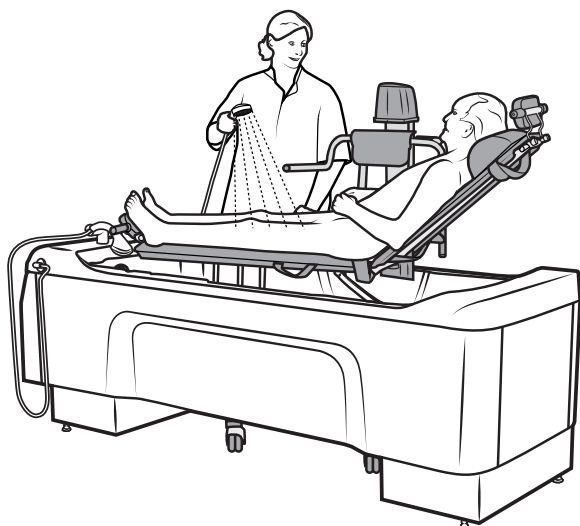

Figure 47
11. Aidez le patient à se doucher. Voir la section Figure 47.